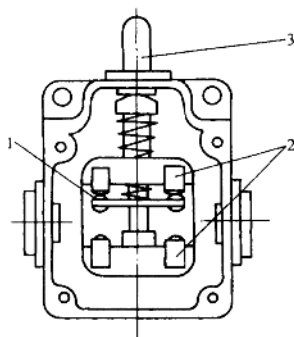

图 1-8 直动式行程开关
(1)直动式行程开关 如图 1-8 所示,其结构与按钮相似,只是它用运动部件上的挡块来碰撞行程开关的推杆。这种行程开关触点的分合速度取决于挡块的移动速度,在挡块移动速度低于 0.4m/min 时,触点断开太慢,电弧易烧坏触点,此时不应采用这类行程开关。